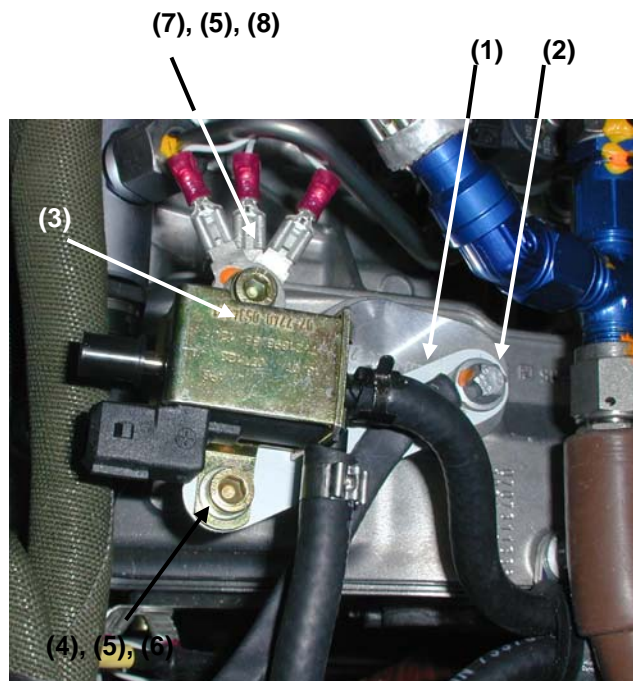

Bild 3/ Figure 3
- Die Schraube M6x15, die beiden Scheiben und das Distanzstück (siehe Bild 3) entfernen und zur späteren Wiederverwendung aufbewahren.
- Die Schraube M6x35, die Scheibe und das Distanzstück (siehe Bild 3) entfernen und zur späteren Wiederverwendung aufbewahren.
- Remove the screw M6x15, two washers and the nut (see figure 3); retain parts
- Remove the screw M6x35, the washer and the spacer (see figure 3); retain parts